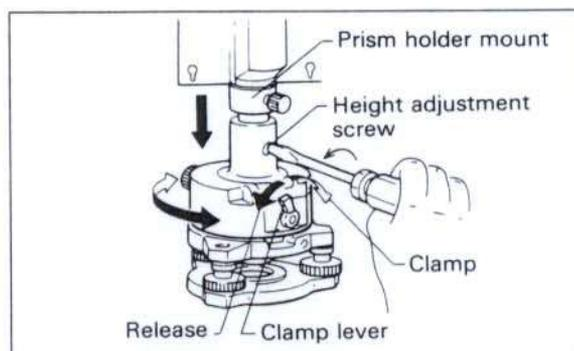

图 .40
(1) 三角基座接合器 13/14
- 三角基座接合器也可以旋转 360°，来对准棱镜。只要反时针方向转动制动杆来松开接合器，调整棱镜方向，再锁紧即可（图 40）。